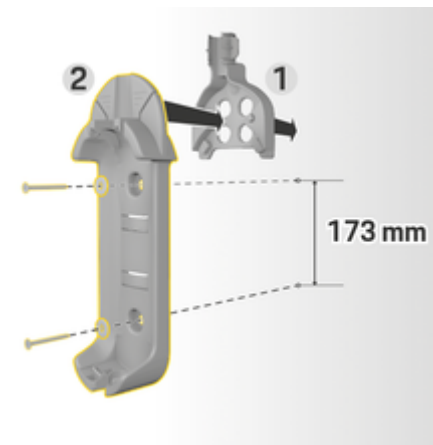

Fig. 223 Dimensiuni de găurire
3. Apăsați suportul de perete de bază 2 (Fig. 223) în ghidajul cablului 1 (Fig. 223) din față.